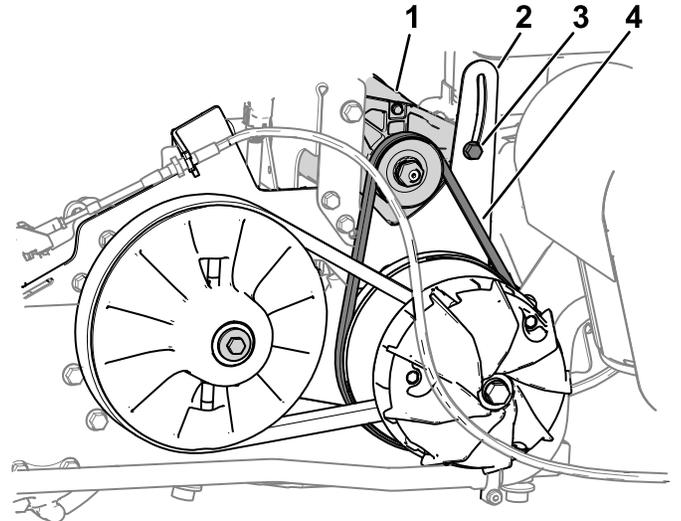

図 57
1. スタータージェネレータのピボットナットをゆるめる 図 57。
3. ベルトの張力が44 N・m4.6 kgmの力でベルトのたわみが6 mmに収まるまで、ボールに下向きの圧力をかけて、スタータージェネレーターをピボットブラケットスロット 図 57 内で下向きに回転させる。